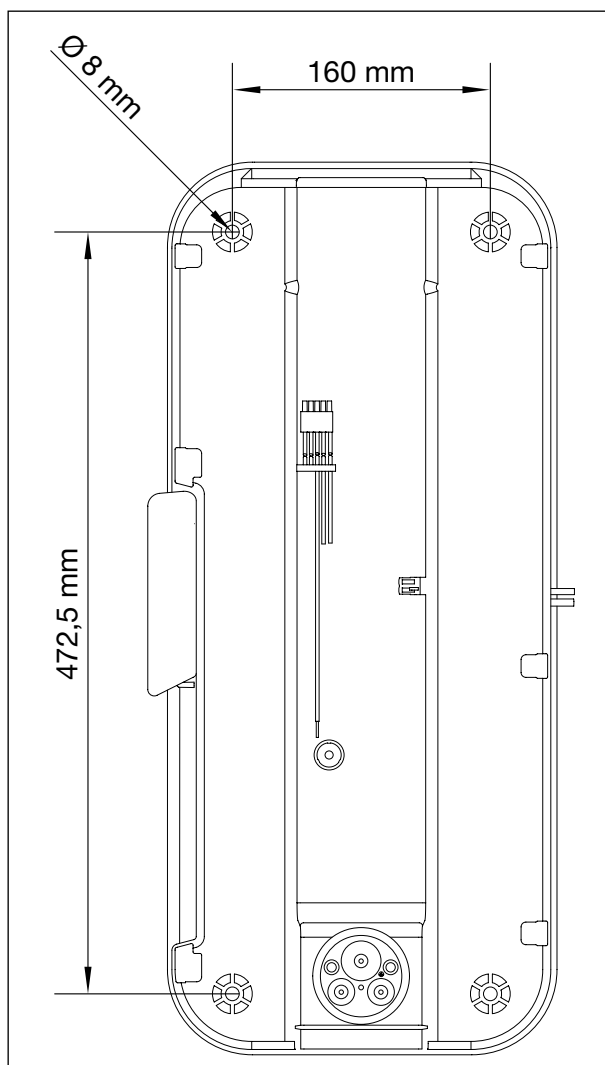

Bild 8: Laddboxens baksida med hålbild
❶ Rita ut hål vågrätt och lodrät på monteringsväggen enligt bild 8.